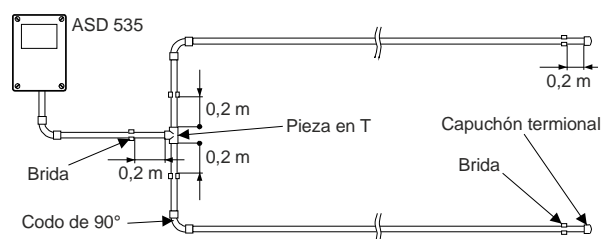

Fig. 25 Codos de 90° y puntos de bifurcación
- En caso de utilizar puntos de bifurcación en el conducto de aspiración, deberá respetarse un espacio mínimo de 0,2 m desde la pieza en T hasta las bridas (**Fig. 25**).
- Para los cambios de dirección en la vigilancia de recintos se emplearán preferentemente codos de 90° en lugar de ángulos de 90°, **Fig. 25** (véase también el cap. 4.4.2).